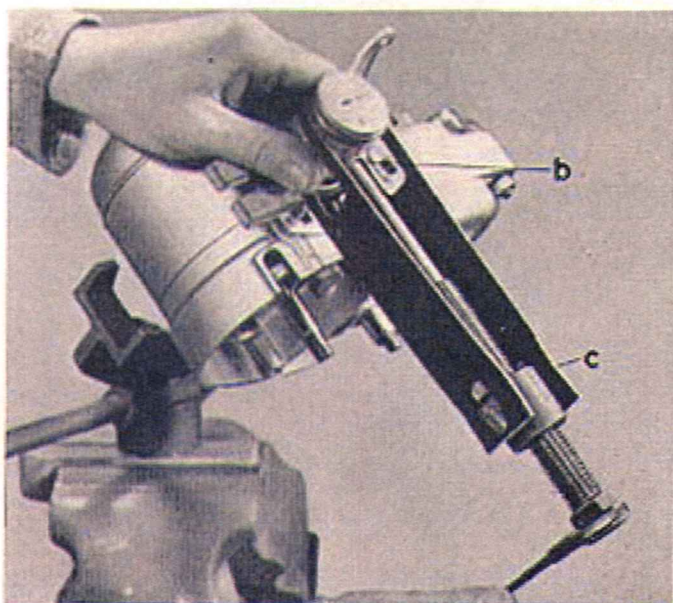

Bild 20
- Kolbenbolzen unter Verwendung der Einsatzbuchse (b) 277 830 mittels Abzieher (c) 276 651 herausdrücken. Auf Kolbenringe achten! (Bild 20)